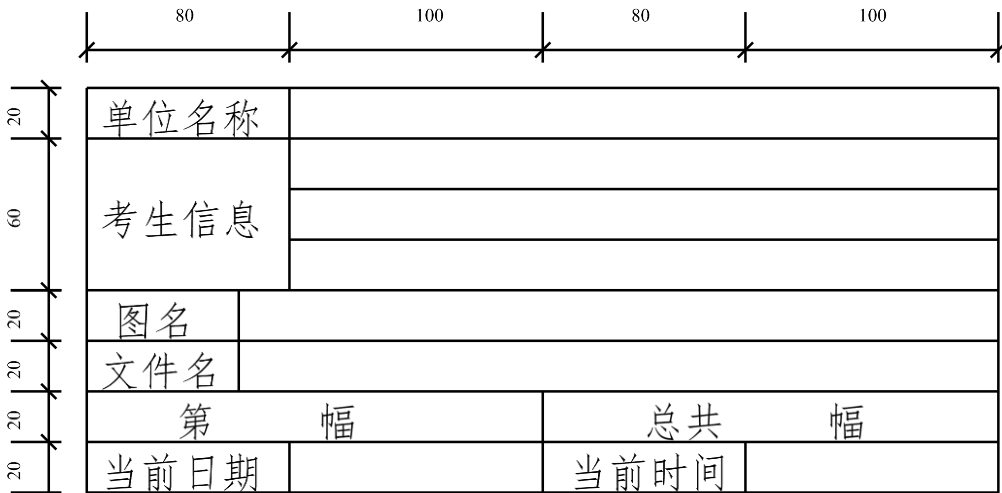

图 3
1、在原理图模板文件 cdydot1.schdot 中画出图 3 所示的动态标题栏，要求：设置图纸大小为 A4，水平放置，工作区颜色为 18 号色，边框颜色为 3 号色，边框直线为小号直线，颜色为 3 号色，文字大小为 16 磅，颜色为 3 号色，字体为仿宋\_GB2312；